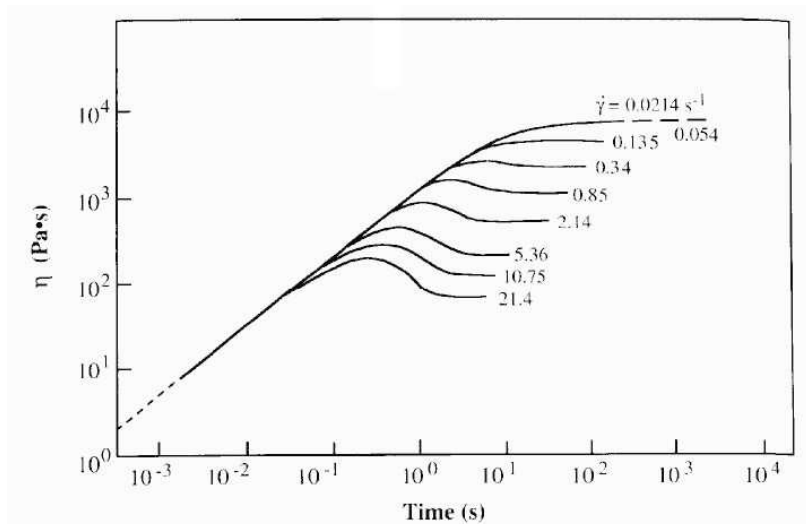

FIG. 1: Viscosité transitoire à différents taux de cisaillement.
- Donner les valeurs de la viscosité de cisaillement correspondant aux taux de cisaillement de la Figure 1. Tracer en échelle log-log (logarithme décimal) la courbe de viscosité  $\eta(\dot{\gamma})$  du régime permanent pour les 9 taux de cisaillement utilisés.